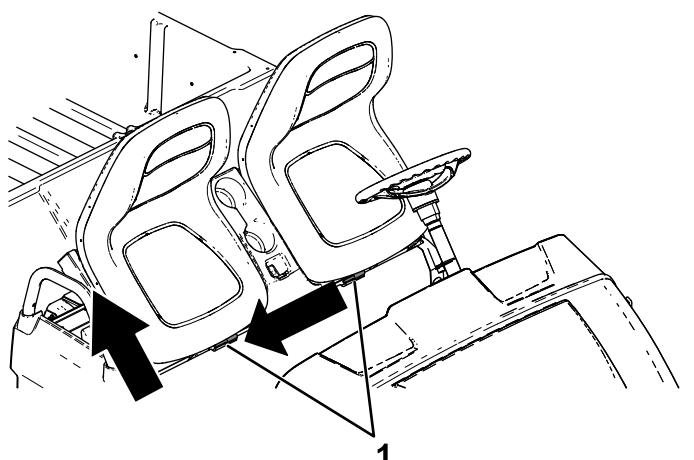

Рисунок 27
- Сдвиньте сиденье в сборе в сторону, чтобы снять его со штифтов, и поднимите сиденье в сборе вверх (Рисунок 27).